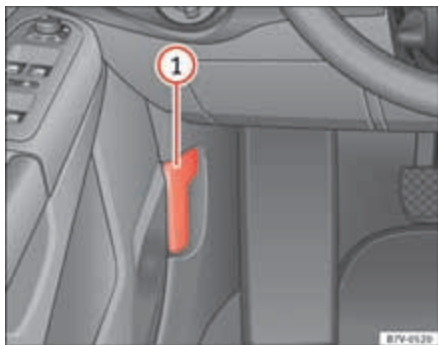

Fig. 163 En la zona reposapiés, en el lado del conductor: Palanca para el desbloqueo del capó del motor.
- Tire de la palanca de desbloqueo en la dirección de la flecha ⇒ fig. 163. Por la reacción resorte del muelle, el capó del motor sale impulsado del elemento de bloqueo de la pieza portacierres ⇒ ⚠.